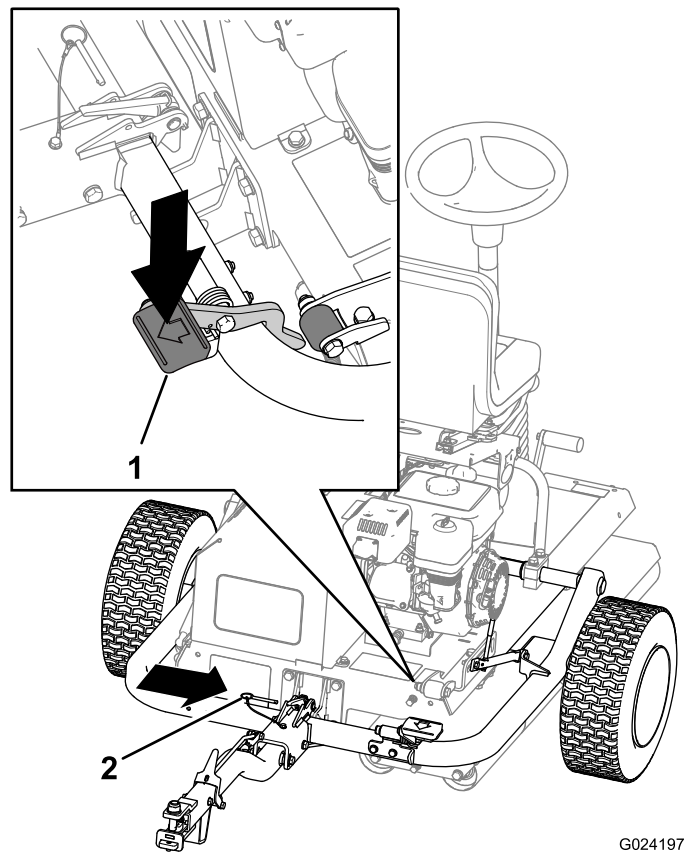

Рисунок 27
- C. Нажимайте на педаль сцепки, пока сцепка не зафиксируется на месте (Рисунок 27).
- D. Вставьте стопорный штифт (Рисунок 27).